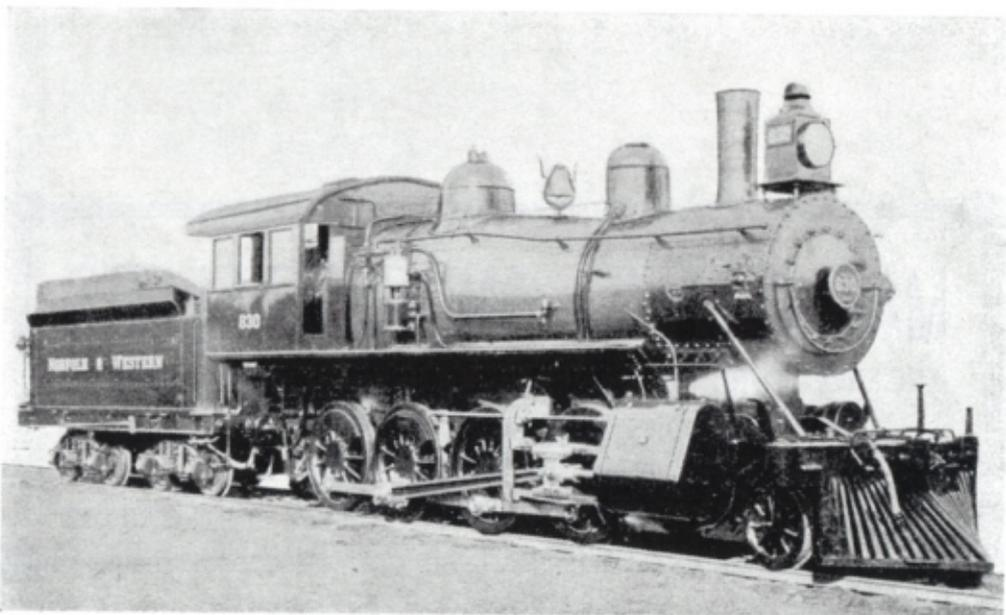
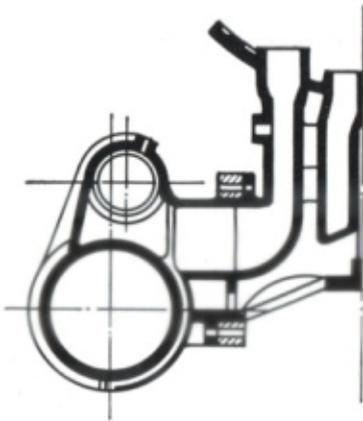

Fig. 44. — « Consolidation » à chaudière à « Wagon-top ».
Fig. 45. — Coupe des cylindres de la « Consolidation » n° 830 du NORFOLK AND WESTERN RAILROAD. (Dessin de l'auteur)
NORFOLK & WESTERN a des tiroirs cylindriques et une chaudière à « wagon-top » (fig. 44). La fig. 45 schématise une coupe des cylindres et donne une idée de la disposition du distributeur et des canaux de vapeur. Remarquer la façon pratique de fixation des cylindres au châssis en barre de la machine. Une grosse « Mother Hubbard » (12) est représentée à la fig. 46; c'est la machine
(12) Mother Hubbard = expression populaire américaine signifiant sorcière; employée péjorativement à l'adresse des machines qui ont le poste de conduite à cheval sur la chaudière; de ce fait, de conduite difficile avec mécanicien et chauffeur séparés.